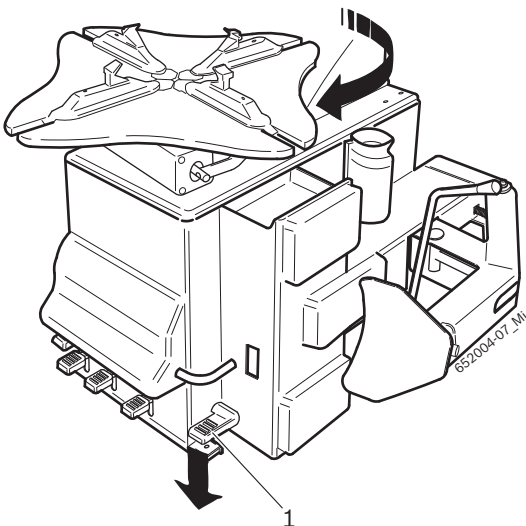

Fig. 2: Controle do sentido de rotação
**!** Para um funcionamento optimal do TCE 4335 é importante que, ao apertar o pedal indicado na Fig.2 (1), o sentido de rotação do flange de aperto seja horário.